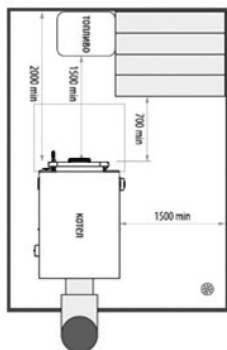

Рис. 2
* Рекомендуемые схемы подключения котла к системе дымоотведения приведены на Рис. 2